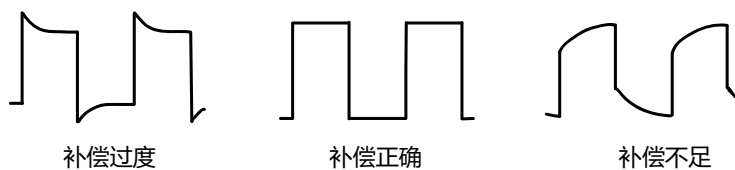

图 4.9 探头补偿
2. 检查所显示的波形形状并与图 4.9 所得波形进行对比。